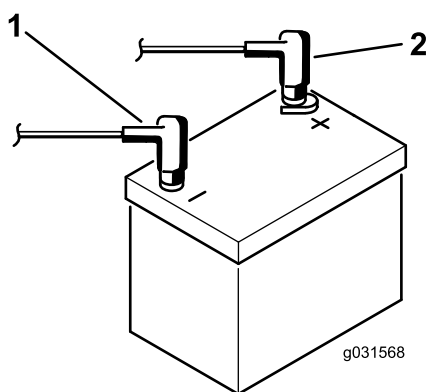

Bild 4
8. Klemmen Sie das Pluskabel (Rot) am Pluspol (+) der Batterie und das Minuskabel (Schwarz) am Minuspol (–) der Batterie an und befestigen die Kabel mit den Kopfschrauben und Muttern (Bild 4).